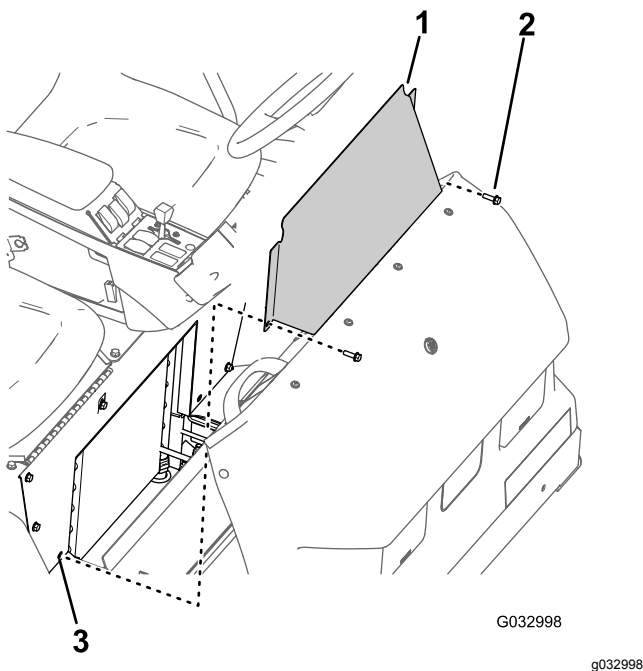

Figura 61
1. Retire os 2 parafusos de cabeça flangeada que fixam o painel de acesso da base do banco à base do banco (Figura 61).
2. Retire o painel de acesso da base do banco da máquina (Figura 61).
1. Alinhe os orifícios no painel de acesso da base do banco com os orifícios na base do banco (Figura 61).
2. Monte o painel de acesso da base do banco com os dois parafusos de cabeça flangeada (Figura 61) que retirou no passo 1 de Remover o painel de acesso da base do banco (página 54).